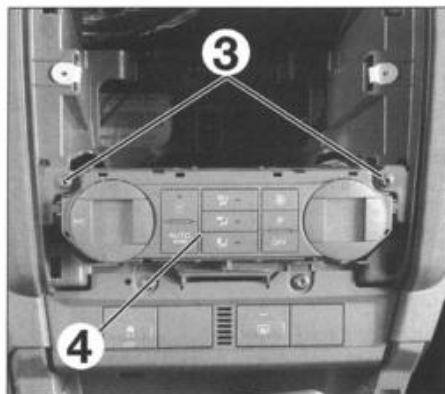

FIG. 7
- los tornillos (3) de la unidad de mando y desconectar ésta (desconectar los cables para la climatización manual) (fig. 7).
- la unidad de mando (4).